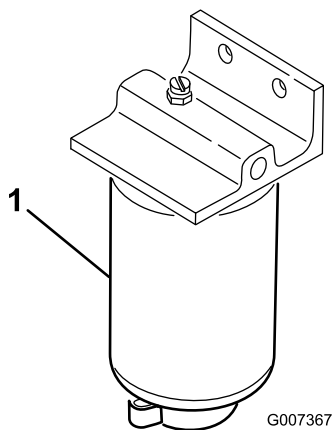

Figura 49
Retire água ou outro tipo de contaminação do separador de água (Figura 49) diariamente.
2. Liberte o tampão de escoamento que se encontra na zona inferior do recipiente do filtro (Figura 49).